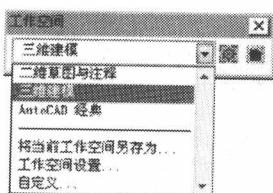

图 1-1 切换到三维建模
(2) 工具栏：单击【工作空间】工具栏中的下拉按钮，选择【三维建模】选项，如图 1-1 所示。